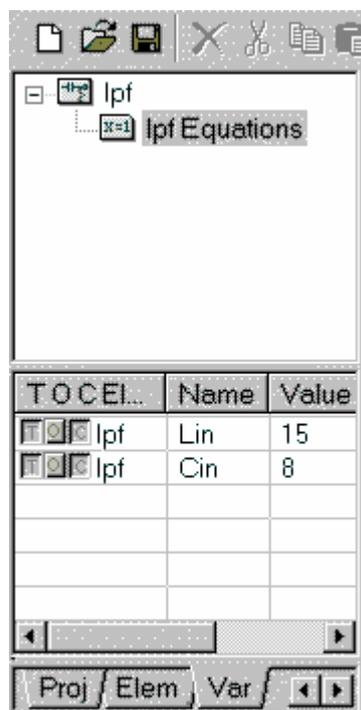

Рис. 2.16
10. Щёлкните левой кнопкой мышки по символу $+$, чтобы раскрыть группу **lpf** (см. рис. 2.16).